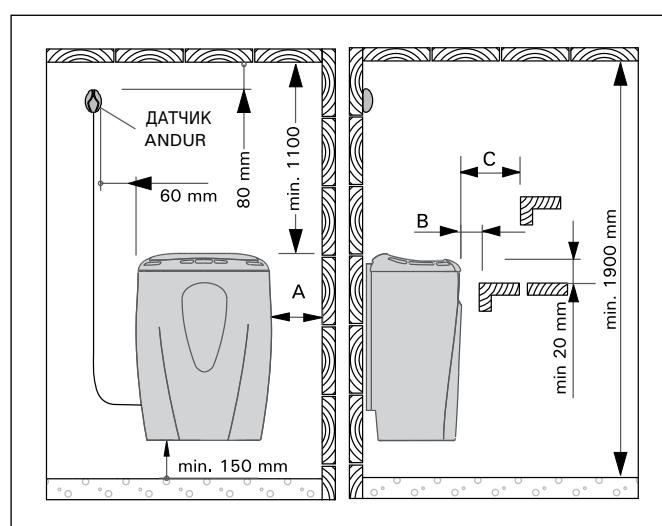
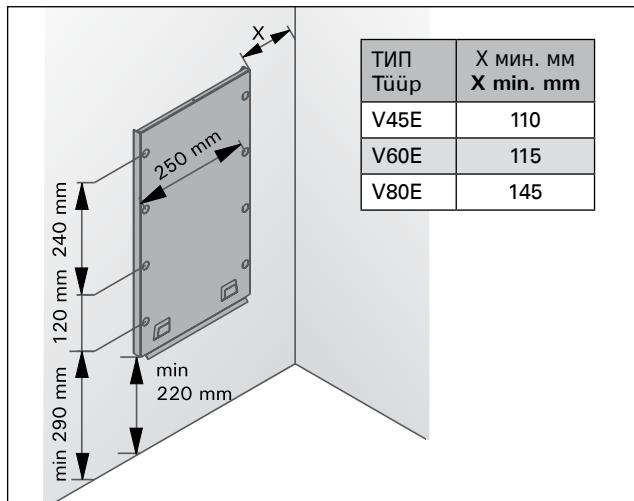

Рисунок 5. Расстояния безопасности
Рисунок 8. Установка крепежной рамы
- При расположении каменки выполняются условия минимальных расстояний, изображенных на рис. 5 и указанных в таблице 2.
1. С помощью прилагаемых шурупов прикрепите к стене монтажную раму, соблюдая минимальные расстояния, указанные в таблице 2 и на рис. 5. Установка рамы изображена на рис. 8.
При установке защитного ограждения вокруг каменки следует соблюдать расстояния, указанные на рис. 5 и в табл. 2.
Сечение проводов, подходящих к управлению нагревом и к сигнальной лампочке, должно соответствовать питающему кабелю каменки. Каменка полустационарно подсоединяется к соединительной коробке в стене сауны. См. рис. 8. В качестве кабеля следует использовать резиновый кабель типа HO7RN-F или подобный.
Установите датчик на стену сауны, как показано на рис. 5. Вставьте кабель датчика в разъем нагревателя по принципу цветового соответствия.